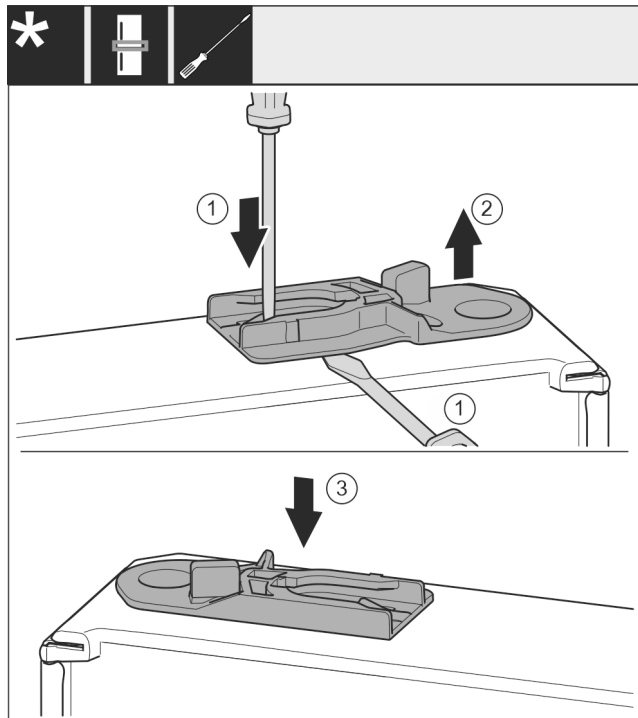

Fig. 38
- Tërhiqni jashtë manikotën udhëzuese: Shtypni gjuhëzën me një kaçavidë me kokë petë dhe në të njëjtën kohë futni një kaçavidë me kokë petë poshtë manikotës udhëzuese. Fig. 38 (1, 2)
- Futni në anën tjetër të kasës manikotën udhëzuese të përfshirë në përmbajtjen e paketimit. Fig. 38 (3)